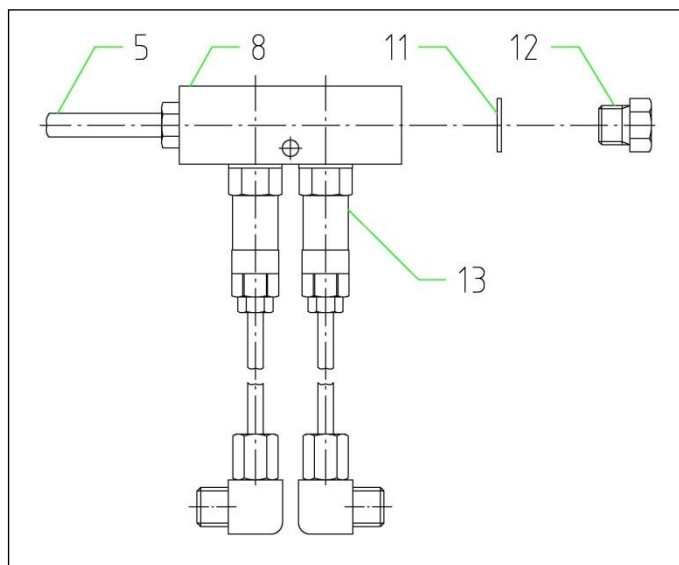

Figura 3
The duration of the pump sequence is determined by the operation time. The operation time has no impact on the lubrication amount. The lubrication amount is determined by the dosing element (pos. 13, Figura 3).
The air vent plug (Figura 3; pos. 12) at the distributor (Pos. 8) is opened prior to the pump sequence. This allows the air to escape from the line (pos. 5) during the pump sequence. This process will be repeated until the line (pos. 5) is void-free.
A duração da seqüência de bombeamento é determinada pelo tempo de operação. O tempo de operação não tem impacto sobre a quantidade de lubrificação. A quantidade de lubrificação é determinada pelo elemento de dosagem (pos. 13, Figura 3).
O plugue de ventilação do ar (Figura 3; pos.12) no distribuidor (pos. 8) está aberto antes da seqüência de bombeamento. Isso permite que o ar escape da linha (pos. 5) durante o processo de bombeamento. Este processo será repetido até a linha (pos. 5) não ter vácuo.